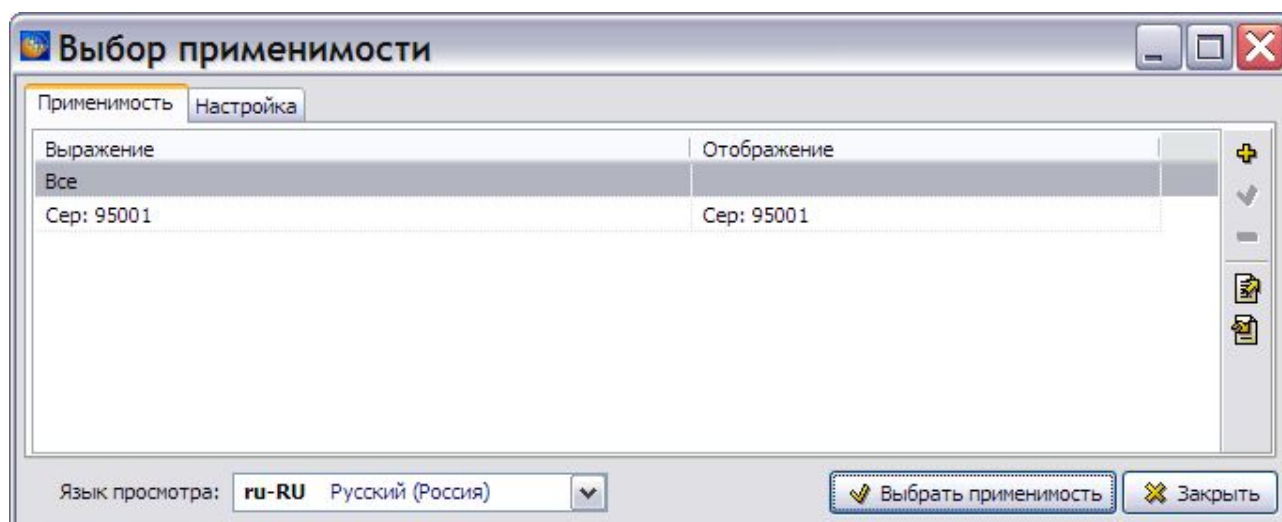

Рис. 10.22
- Нажмите на кнопку **Применить**. При этом произойдет возврат в диалоговое окно **Выбор применимости**, в котором отобразится заданная применимость (Рис. 10.22).